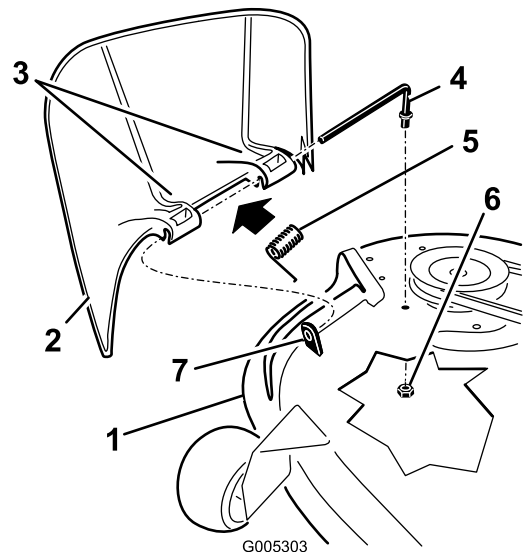

Figura 64
1. Retire la tuerca ($\frac{3}{8}$ ") de la varilla (debajo del cortacésped) (Figura 64).
2. Retire la varilla del espaciador corto, del muelle y del deflector de hierba (Figura 64).
4. Vuelva a colocar el deflector de hierba (Figura 64).
7. Deslice la varilla por el segundo soporte del deflector de hierba (Figura 64).
9. Sujete el extremo trasero de la varilla al cortacésped con una tuerca ($\frac{3}{8}$ "), según se muestra en Figura 64.